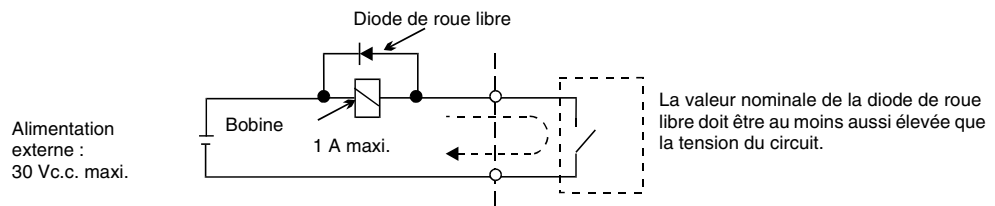

Fig. 6 Raccordement de la diode de roue libre
- *3. Lors de la manipulation d'une charge réactive, telle qu'une bobine de relais alimentée en c.c., toujours insérer une diode volante comme illustré à la Fig. 6.